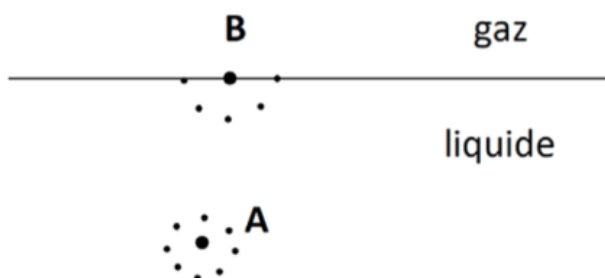

Figure 1 : schéma d'une interface liquide / gaz
2. On considère deux molécules du liquide : la molécule **A** est au cœur du liquide et la molécule **B** à la surface du liquide et du gaz le surplombant (Figure 1). On a représenté également les molécules plus proches voisines de **A** et de **B**, avec lesquelles elles sont en interaction. Reproduire la figure 1 et représenter les différentes forces intermoléculaires s'appliquant sur chaque molécule et en déduire l'origine de la tension superficielle.